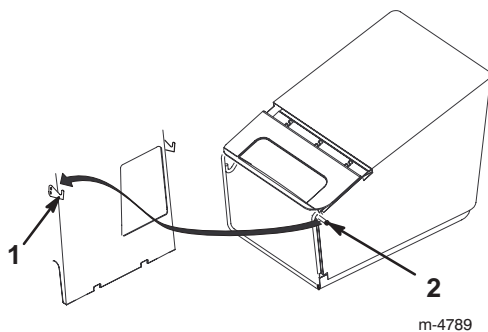

Figura 18
5. Agganciate i perni del telaio del raccoglitore sui ganci, come illustrato nella Figura 18.
4. Sollevate il raccoglitore e togliete i perni dai ganci, come illustrato nella Figura 18.